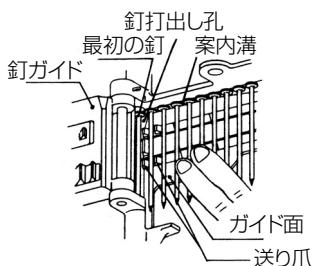

図 11
- 釘を装着するためにマガジン内から引出します。つぎに釘列の最初の釘を射出口に入れ、2本目の釘を送り爪の間に入れます。同時に釘頭が案内溝に入るようにします。(図 11)